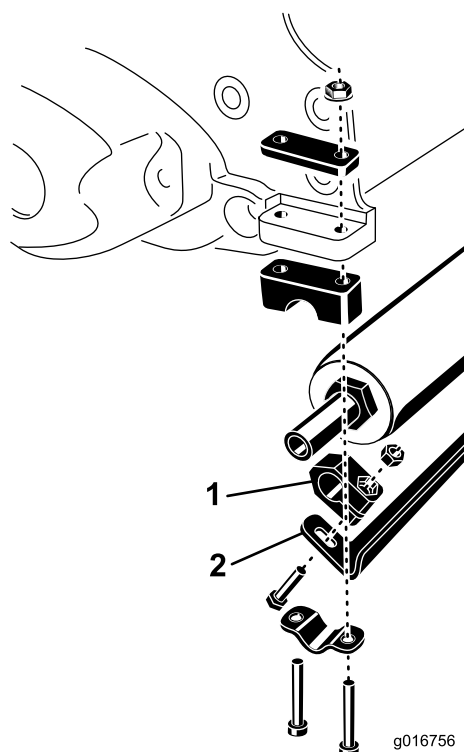

Figure 2
3. Montez le racloir de rouleau, sans le serrer, à chaque extrémité du rouleau au moyen d'un bloc de retenue, d'une vis et d'un écrou. Positionnez les composants comme illustré à la Figure 2.
4. Montez sans serrer le rouleau sur le plateau de coupe avec les vis, les retenues et les écrous retirés précédemment (Figure 2).
5. Centrez le rouleau sur le plateau de coupe et serrez les vis et écrous de fixation des retenues du rouleau (Figure 2).